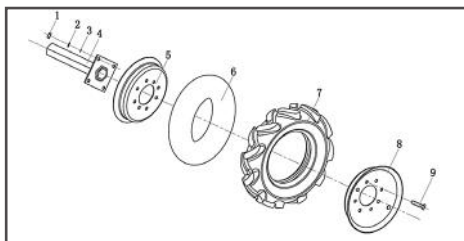

Рис. 3 Установка колеса на мотоблок
5. Установите оси колес на диски с помощью крепежа (Рис. 3).